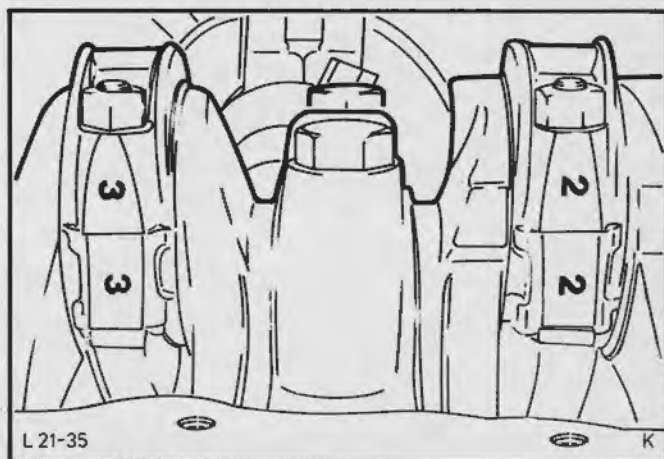

Fig.40. Identifikationsmærker på plejlstangslejer
24. Kontroller identifikationsmærkerne på alle plejlstangs- og hovedlejeoverfald af hensyn til den senere monteringsring, Fig.40.